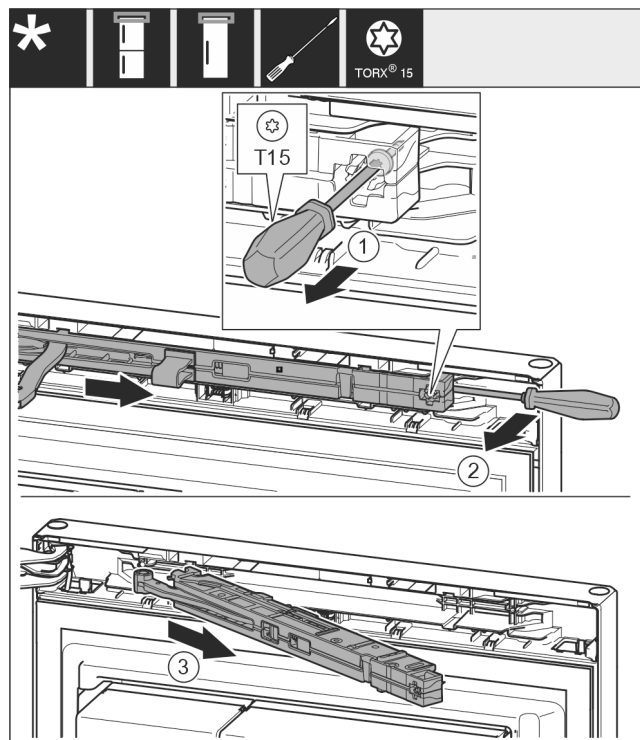

Fig. 8
- Schroef op de sluitdempereenheid met schroevendraaier T15 ca. 14 mm losdraaien. Fig. 8 (1)
- Een schroevendraaier aan de kant van de handgreep achter de sluitdempereenheid plaatsen en eenheid naar voren draaien. Fig. 8 (2)
- Sluitdempereenheid eruit trekken. Fig. 8 (3)